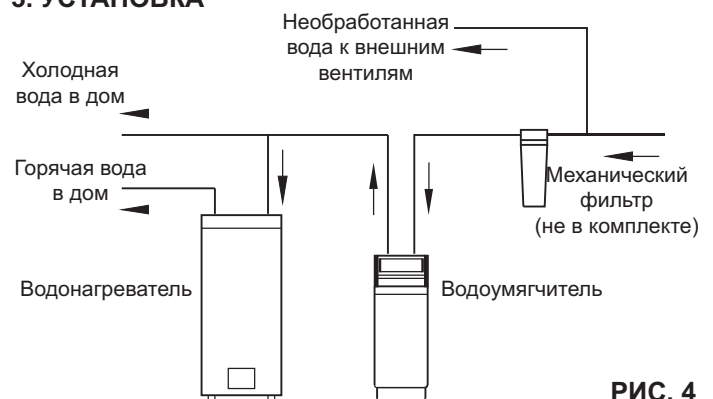

РИС. 4
12. Для фиксации шланга используйте шланговый хомут. Если местные нормы по проведению сантехнических работ не предусматривают использование гибкого сливного шланга, то следует использовать жесткую трубу. Купите в хозяйственном магазине обжимной штуцер (1/4" x 1,25 см наружн. диам.) и трубу с внешним диаметром 1,25 см. (см. рисунок 4).